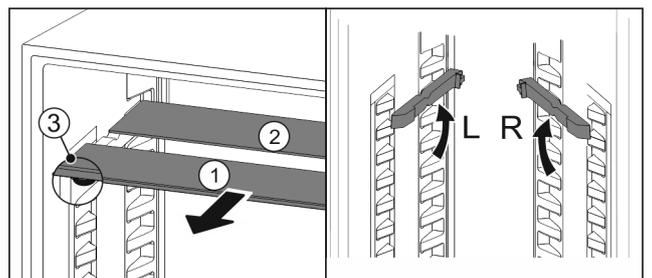

Fig. 22
- ▶ estrarre i ripiani di vetro singolarmente tirando in avanti Fig. 22 (1).
- ▷ Il piano in vetro Fig. 22 (1) con il motivo ornamentale è nella parte anteriore.
- ▷ I fermi Fig. 22 (3) sono rivolti verso il basso.